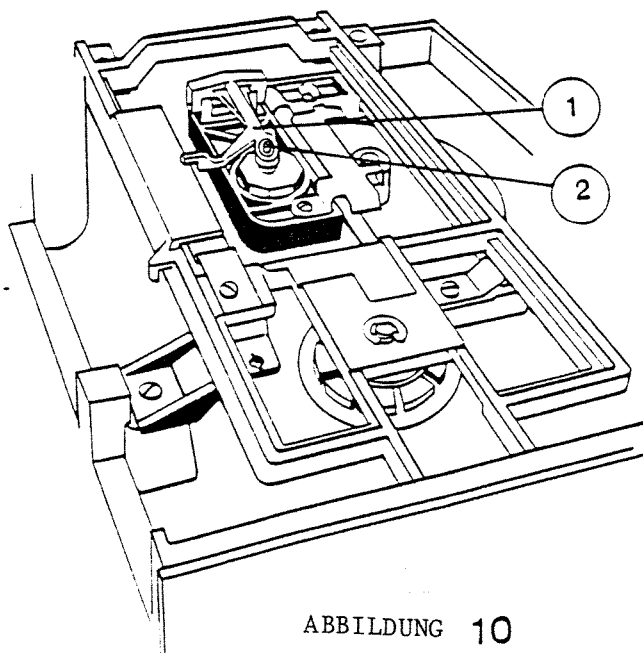

ABBILDUNG 10
1. Heben Sie den Lagerrahmen an (Abbildung 10, #1) und drücken Sie mit einer kleinen Elektronikerzange den Andruckfilz oben zusammen (Abbildung 10, #2); lassen Sie ihn dann herunterfallen.